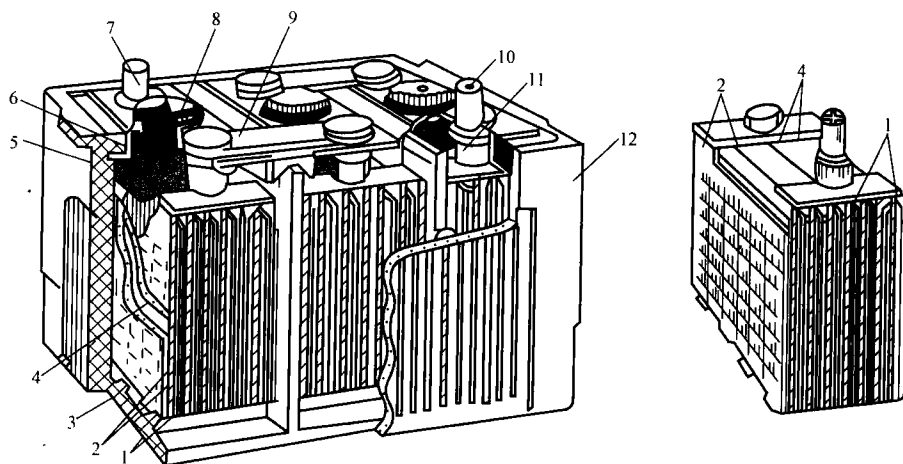
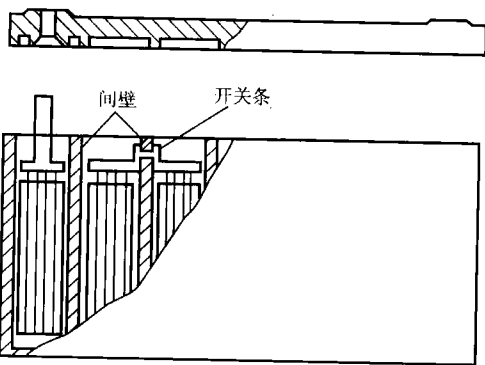

图 2-5 联条外接式蓄电池
图 2-6 联条穿壁式蓄电池
- 各部件的名称、功用、装配特点及相互安装关系。联条外接式蓄电池与穿壁式蓄电池的结构特点(参见图 2-5 和图 2-6);免维护蓄电池的材料及结构特点;